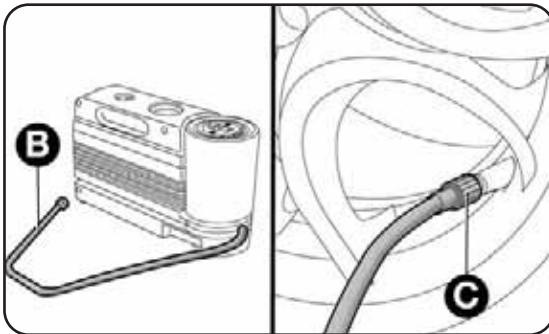

fig. 16
- accione el freno de estacionamiento, quite el capuchón de la válvula del neumático, saque el tubo flexible de llenado B-fig. 16 y enrosque la corona C en la válvula del neumático;